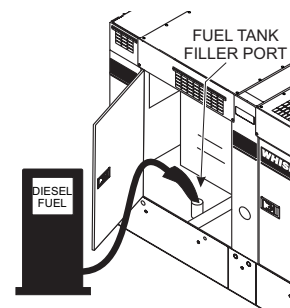

Figure 32. Alimentation du générateur
2. Ouvrez les portes des armoires du "côté droit" du générateur (depuis la position du panneau de commande du générateur). Retirez le bouchon du réservoir et remplissez le réservoir (Figure 32).